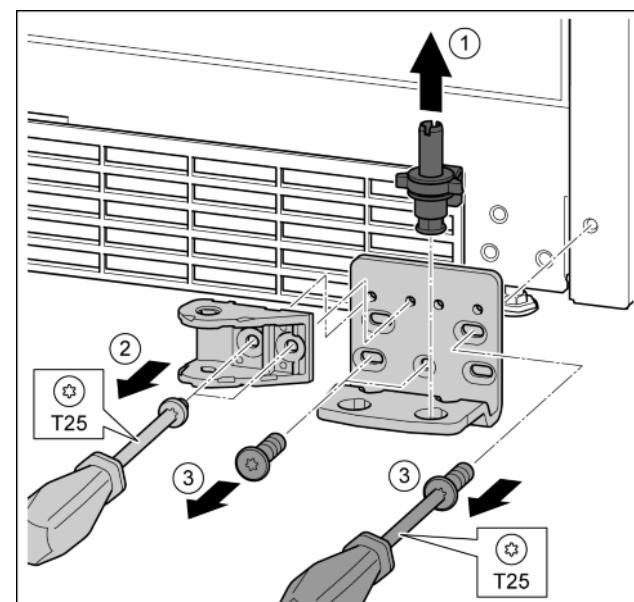

Fig. 33
- Опорний гвинт цілком витягніть рухом вгору. Fig. 33 (1)
- Викрутіть гвинти за допомогою викрутки T25 та зніміть з'єднувальний елемент демпфера. Fig. 33 (2)
- Викрутіть гвинти за допомогою викрутки T25 та зніміть опорний кронштейн. Fig. 33 (3)